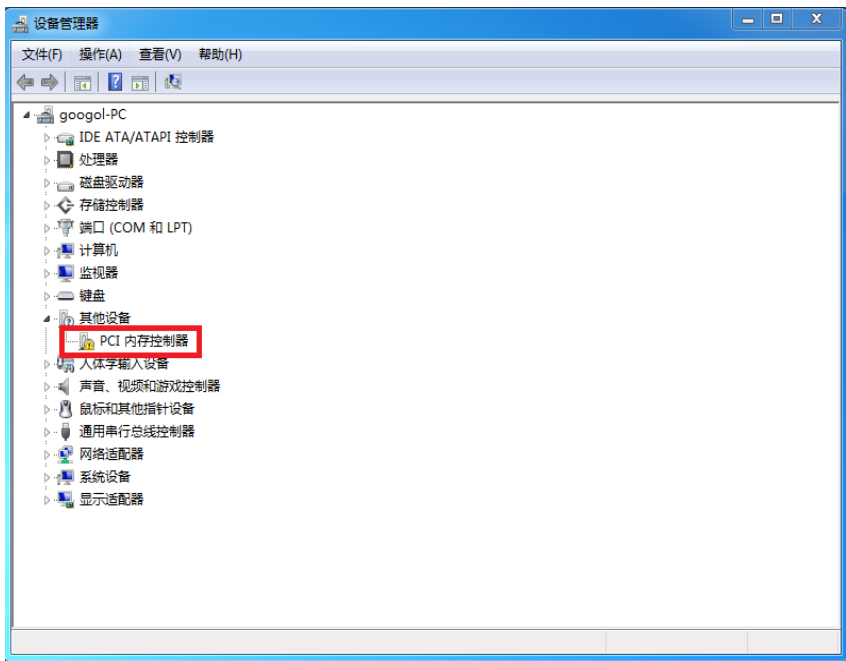
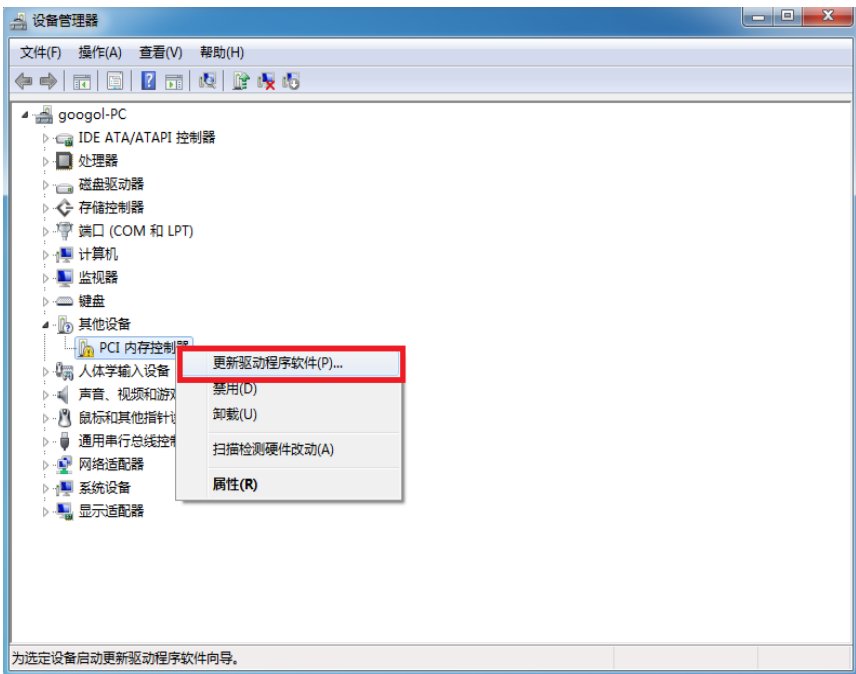

图 2-1 控制卡驱动程序安装界面 1
图 2-2 控制卡驱动程序安装界面 2
(1) 在硬件安装好,启动计算机后,Windows 将自动检测到运动控制卡,打开“设备管理器”,如图 2-1 所示。
(2) 登陆网站下载驱动程序,并将驱动程序拷贝到 C:\ 中为例进行说明。
(3) 选中“PCI 内存控制器”,点击鼠标右键。如图 2-1 及图 2-2 所示,点击“更新驱动程序软件(P)…”。